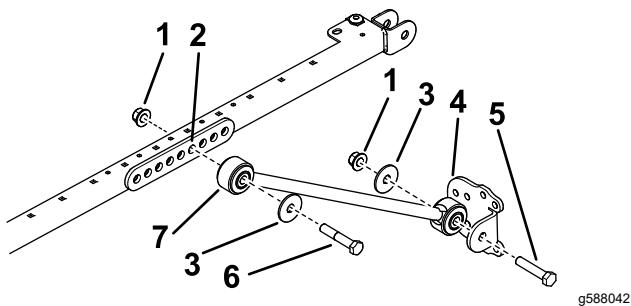

図 48
仮止めするボルト $1\frac{1}{2}$ x $2\frac{3}{4}$ " 2 本、フランジナット $1\frac{1}{2}$ " 2 個を使用して 図 48 のように取り付ける。
- 各ブレースに、ブレースブラケットを仮止めするボルト 1/2 x 2 1/2"、ワッシャ 1/2"、フランジナット 1/2"を使用し、図 48 のように取り付ける。